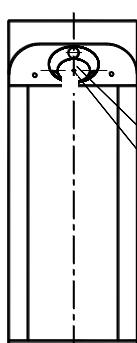
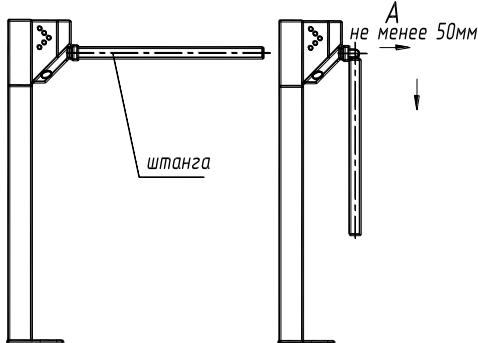

Рис.1
Рис.2
6.4 Установите штанги. Для этого снимите крышку поворотного механизма, открутив винт М5 (рис.1). Закрепите штанги болтами М10, входящими в комплект штанг. Для перевода штанги «антиталика» в положение «проход открыт» оттяните штангу в направлении А (от турникета) на 50-80мм и поверните ее вниз (рис.2). Время открытия штанги «антиталика» составляет 1-3с. Закройте место крепления штанг крышкой.